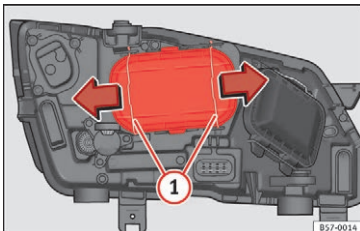

Fig. 102 I motorrummet: fjernelse af afdækning
2. Forskyd støtterne » **Fig. 102** ① i pilens retning, og tag dækslet af.